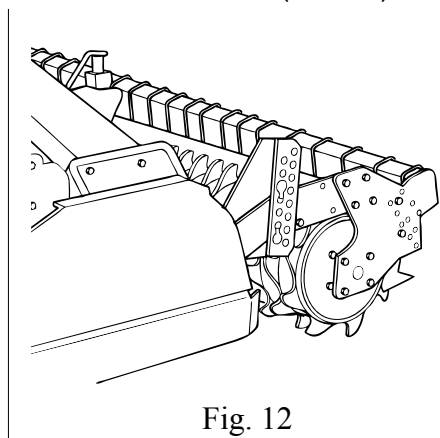

Fig. 12
1. Durch seitliche Stifte (Standard - Abb. 12). Diese Lösung gestattet es, neben der Einstellung der Tiefe auch eine hintere Walze mit Schwimmstellung zu erhalten (ideal beim Vorhandensein von Steinen).